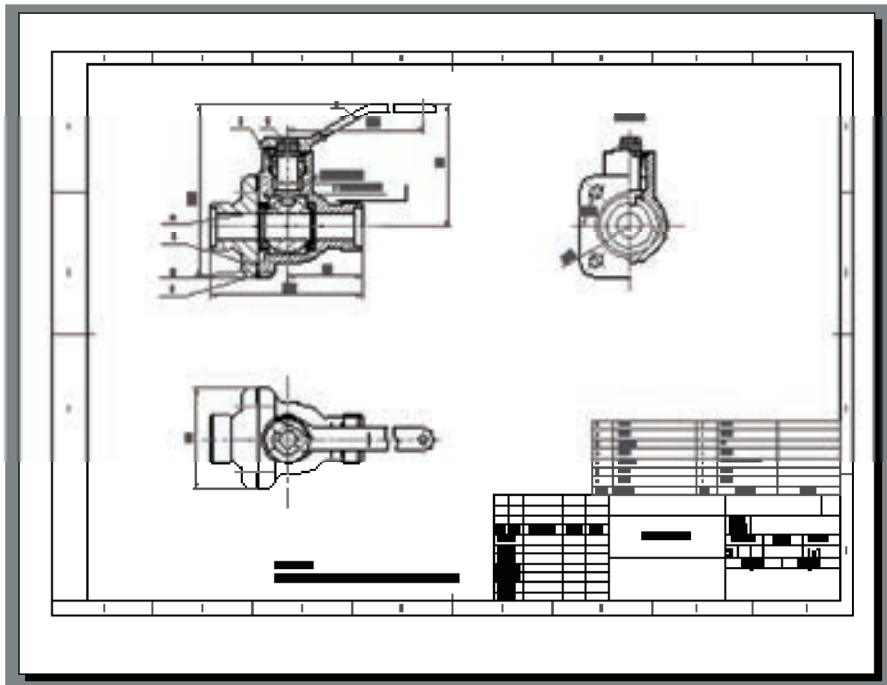

图 9-38 “预览”显示
(10) “预览”按钮 用于预览整个图形窗口中将要打印的图形，如图 9-38 所示。